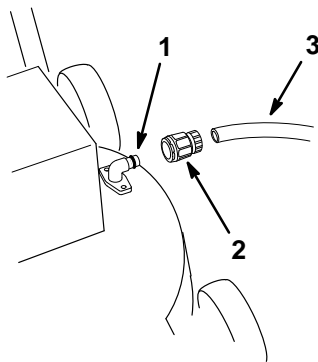

Abbildung 32
2. Eine Schnelltrennkupplung (separat erhältlich) am Ende des Gartenschlauchs anbringen. Die Kupplung am Spülanschluß des Rasenmähers anschließen und das Wasser hoch aufdrehen (Abb. 32).